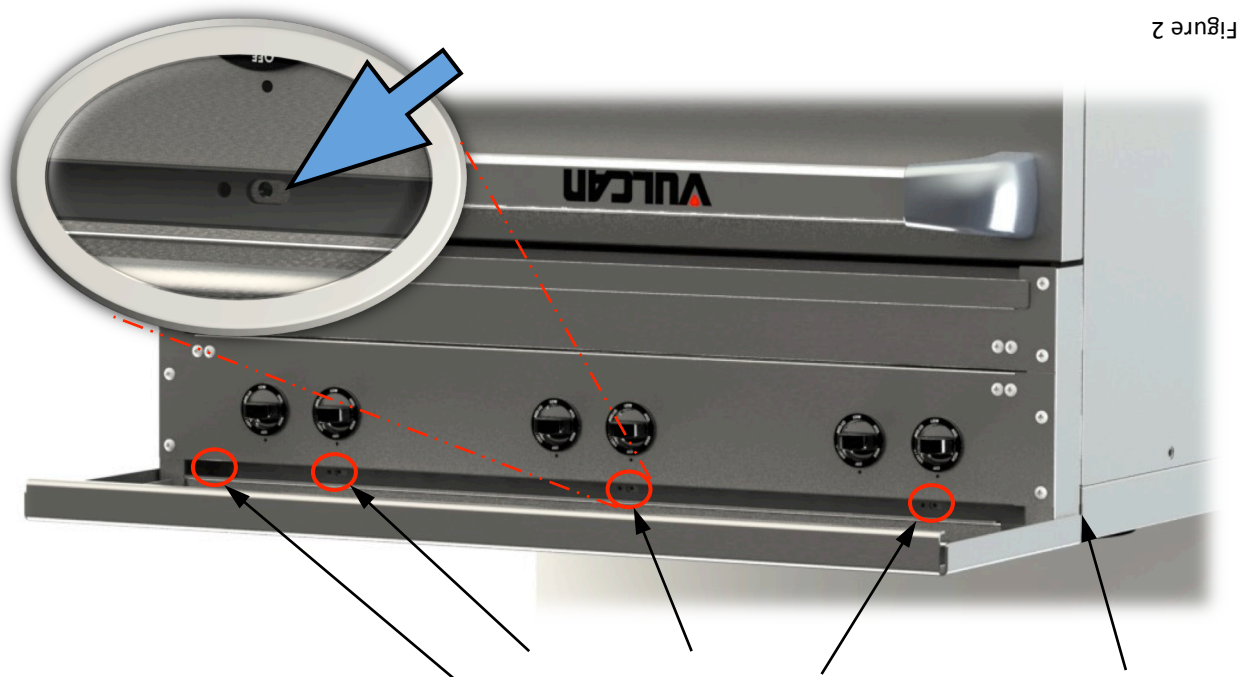

Figure 2
- 6) Allez à l'autre côté de la cuisinière pour installer une autre vis tel qu'illustré à la figure 2, procédez à l'alignement et serrez la vis solidement.